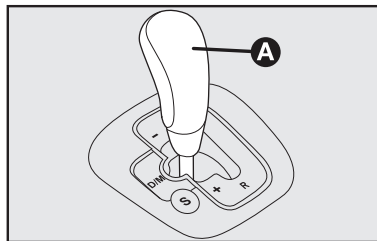

fig. 4
- Colocar a alavanca do câmbio **A-fig. 4** em ponto morto (N).